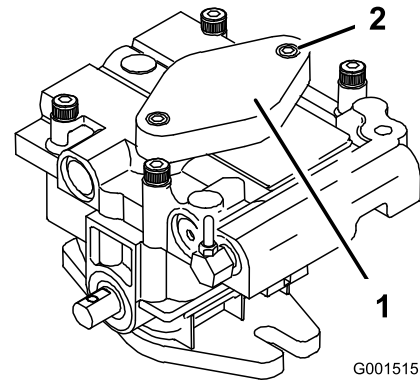

Figura 58
7. Para cebar la bomba de carga, afloje los dos tornillos de caperuza de cabeza hexagonal (Figura 58) únicamente 1-1/2 vuelta. Asegúrese de que el motor no está en marcha. Levante el alojamiento de la bomba de carga y espere a que fluya un caudal constante de aceite de debajo del alojamiento. Vuelva a apretar los tornillos de caperuza. Haga esto en ambas bombas.